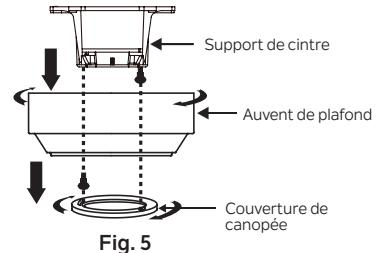

Fig. 5
Étape 1. Retirez le couvercle décoratif du fond de la verrière en tournant le comptoir de couverture dans le sens des aiguilles d'une montre. (Fig. 5)
Étape 2. Retirez le support de montage du plafond de la verrière en enlevant (et enregistrez l'une des deux vis. Desserrer la vis restante d'un demi-tour. (Fig. 5)